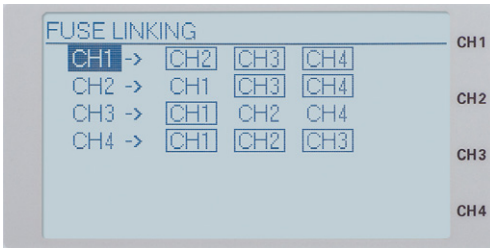

Abb. 5.2:
**In Abb. 5.2 zieht ein Überschreiten des Stromlimits an CH1 automatisch ein Abschalten von CH2 und CH3 mit sich, während ein Überstrom im CH2 nur ein Abschalten des CH3 zur Folge hat.**